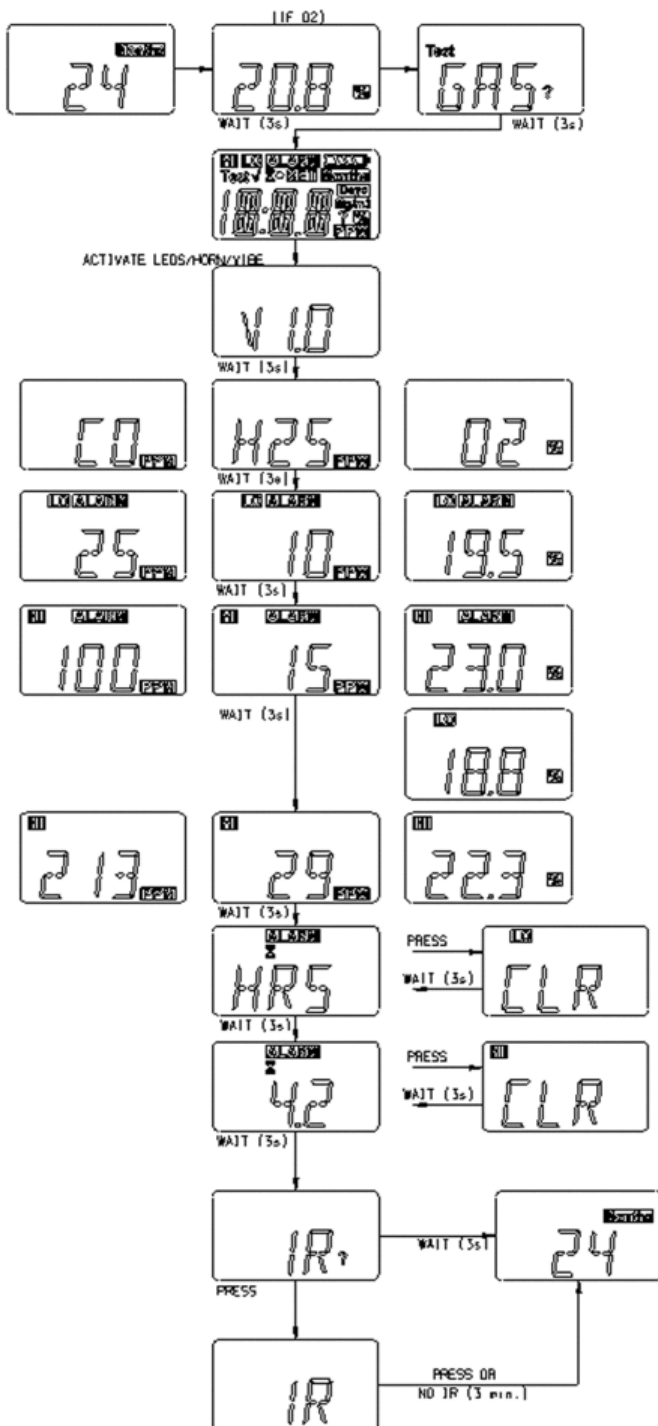

Figure 5 Diagramme d'accès aux pages Altair
- Voir la Figure 5 pour plus de détails.